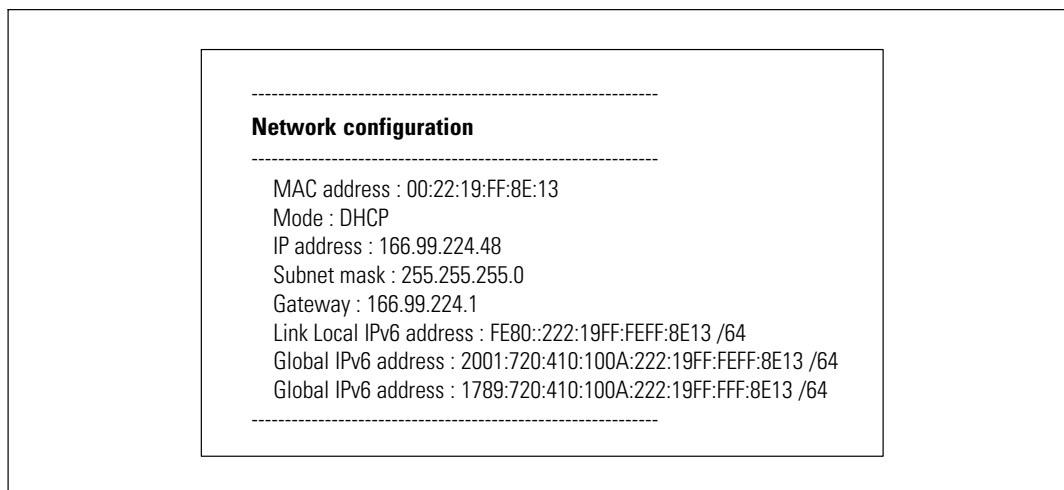

Figura 10. Menú Configuración de red
- 2 Escriba **1** y presione **Intro**. La tarjeta muestra las configuraciones suministradas por el servidor (consulte la Figura 10).